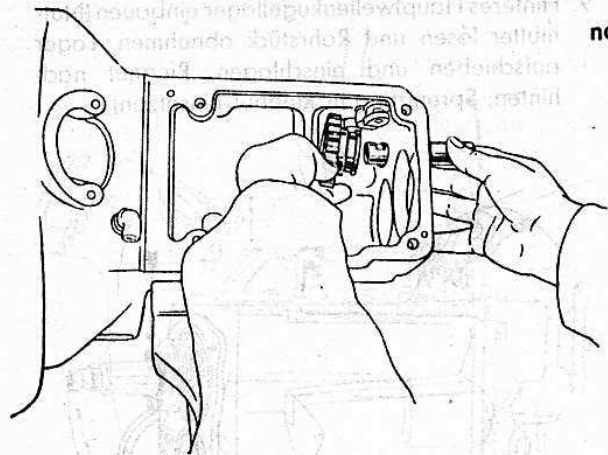

Bild 121
2. Rücklaufgrad mit Führungsnute nach hinten so einbauen, daß Gleitbacke des Zwischenhebels in Führungsnute eingreift (Bild 121); Welle einführen und mit Sicherungsschraube sichern. Gegenmutter anziehen.